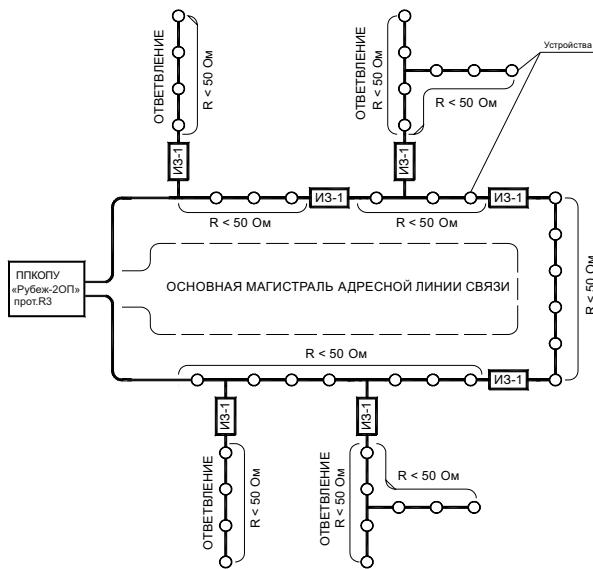

Рисунок 4
– разрывать кольцевую АЛС (рисунок 4) между двумя местами установки изоляторов шлейфа. Это локализует участок между изоляторами и оставляет работоспособными остальные участки АЛС.
- кольцевой АЛС с ответвлениями (рисунок 4).